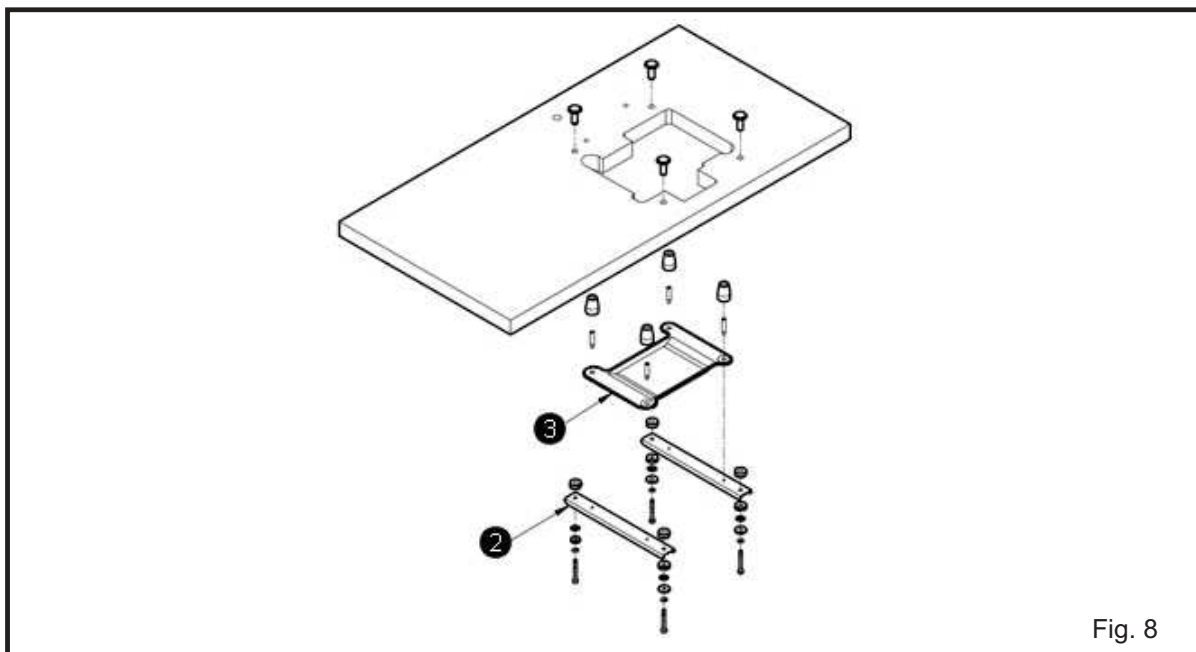

Fig. 8
2. Consulte o diagrama da tabela de corte anexa e a lista de peças para montar de forma ordenada o sustentador da base da máquina ② e o tanque de óleo plástico ③ . (Fig.8)